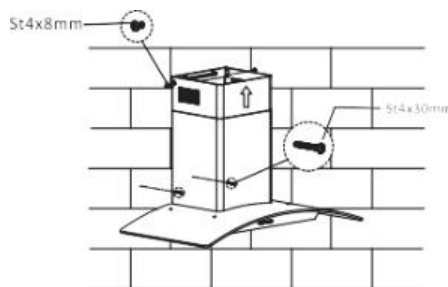

Fig. 5
- 3.5 Coloque las dos chimeneas juntas en el cuerpo de la campana extractora, mientras tanto ajuste la altura de la chimenea interior a la altura adecuada y fije el cuerpo con un tornillo de seguridad. Ver imagen 5.